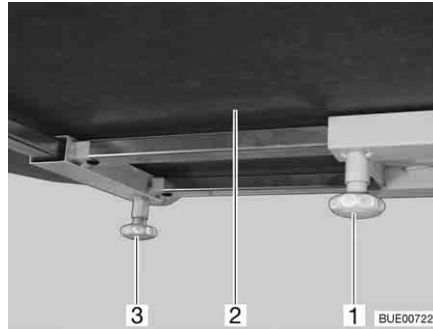

Fig. 96 Tavolo fisso
- Svitare la vite a testa cilindrica zigrinata (Fig. 96,1).
- Spingere il piano del tavolo (Fig. 96,2) nella posizione desiderata.
- Svitare la vite a testa cilindrica zigrinata (Fig. 96,3).